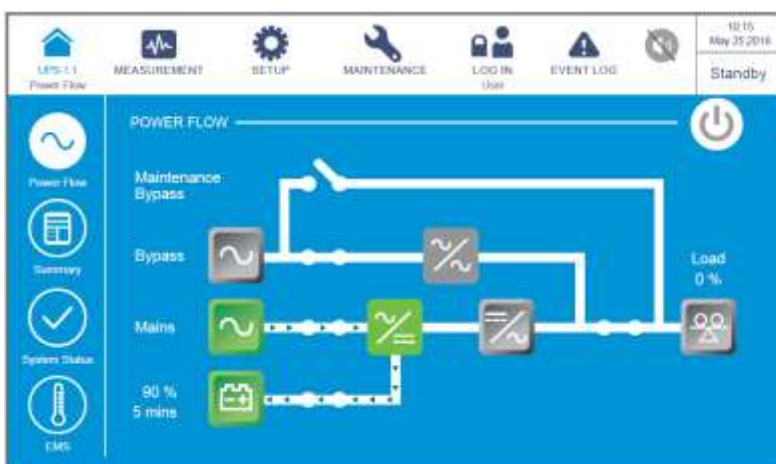

Рисунок 6-59: Экран режима ожидания
- 3) После выбора 'YES', ИБП отключит инвертор и прекратит подачу питания с каждого силового модуля. Поскольку в режиме преобразования частоты нет байпасного выхода питания, питание будет прекращено сразу после выключения инвертора. В этот момент силовые модули продолжают заряжать батареи, трехцветный светодиодный индикатор загорается желтым цветом, и появляется следующий экран (*Рисунок 6-59*). Расположение трехцветного светодиодного индикатора см. на *Рисунке 2-11*.